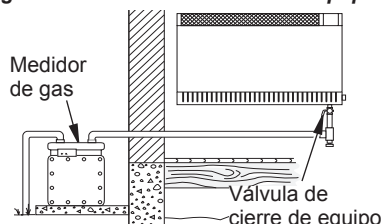
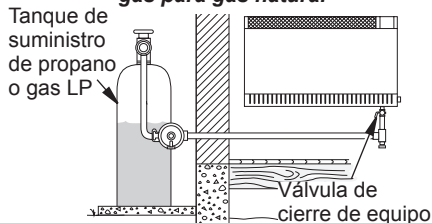

Figura 18 - Revisión de las uniones de gas para gas natural
Figura 19 - Revisión de las uniones de gas para propano o gas LP
si usa gas natural (consulte la figura 18), o entre el tanque de suministro de propano o gas LP, si usa este tipo de gas, y la válvula de cierre del equipo (consulte la figura 19). Aplique en todas las uniones algún fluido de detección de fugas que no sea corrosivo. La formación de burbujas indicará una fuga.
4. Revise todas las uniones entre la válvula de cierre del equipo y válvula de gas del termostato (consulte la figura 18 ó 19). Aplique en todas las uniones algún fluido de detección de fugas que no sea corrosivo. La formación de burbujas indicará una fuga.